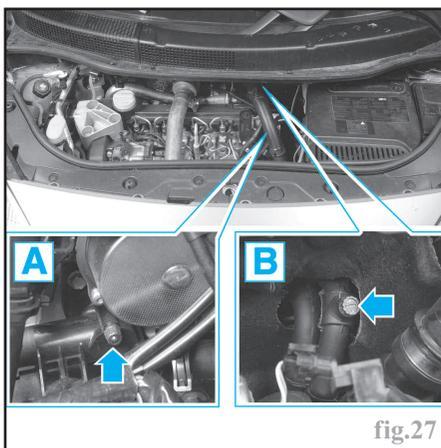

fig.27
- sur le boîtier thermostatique (A) (fig.27),
- sur l'une des durits du radiateur de chauffage contre le tablier (B),
- sur l'une des durits du radiateur de chauffage contre le tablier (B).